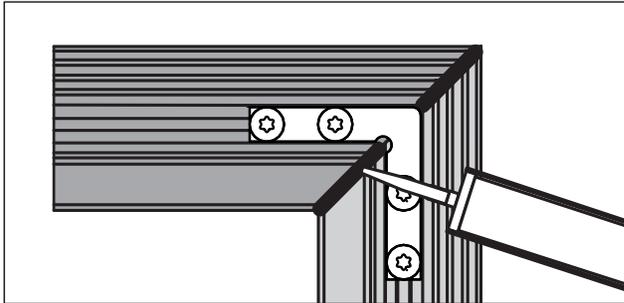

Abb. 28 Die Stöße von innen silikonieren
5. Bei der Montage in eine Schallschutzanlage alle Stöße von innen silikonieren (Abb. 28).